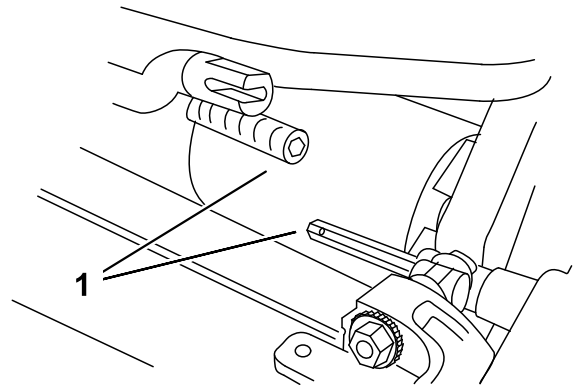

図 7
3. カッティングユニットをトラクションユニットの下に押し込み、次に左に押してトランスミッションのカップリングに接続する図 7。